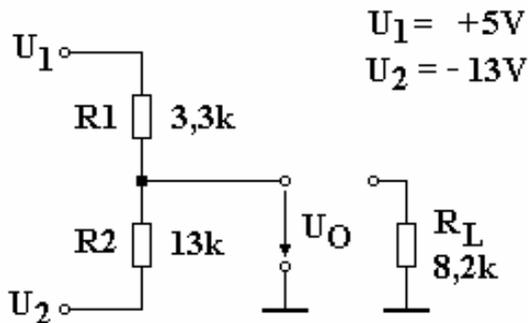

Bild 13: Spannungsteiler
- 3.1.1 Analysieren Sie den Spannungsteiler im Bild 13